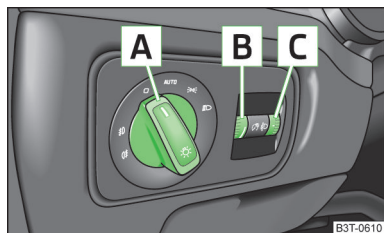

Fig. 49
En los vehículos con dirección a la derecha, la disposición de los elementos de manejo se diferencia en parte de la disposición mostrada en la » *fig. 49 de la página 72*. No obstante, los símbolos que marcan las posiciones de los elementos de manejo son iguales.
Dependiendo del equipamiento, puede moverse el interruptor de luces **A** » fig. 49 en las siguientes posiciones.
Girando el regulador giratorio **B** » fig. 49 desde la posición — en 3, se adapta paulatinamente la regulación del alcance luminoso y se acorta así el cono de luz.
Girando el regulador giratorio **C** » fig. 49 se puede ajustar la luminosidad de la iluminación de los instrumentos con la luz encendida » fig. 49.
- ✓ El conmutador de luces se encuentra en la posición **0** o **AUTO** » fig. 49 de la página 72.